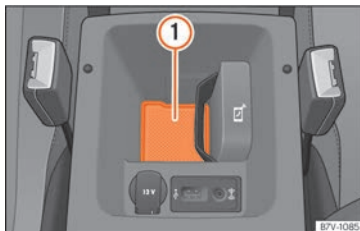

Fig. 232 Alojamiento para la conexión del teléfono móvil a la antena exterior del vehículo situado dentro del reposabrazos central delantero.
Para la conexión a la antena exterior del vehículo, el teléfono móvil tiene que estar en la superficie de alojamiento » **fig. 232 ①**.